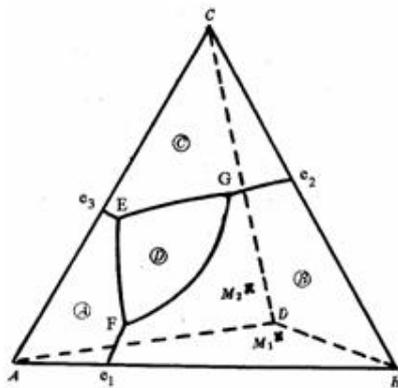

图6-14
6-26 图6-14为一个三元系统相图。根据此图：(1) 判断化合物D的性质,标出图中各边界和界线温降方向并判断界线性质；(2) 判断无变量点E、F、G的性质,并写出相平衡关系式；(2) 写出熔体M₁和M₂的冷却析晶过程；(3) 计算熔体M₂液相刚到结晶结束点时以及结晶结束后的各相含量。